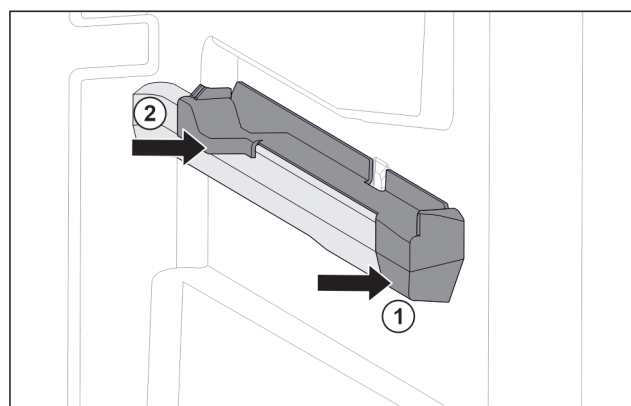

Fig. 127 Felhúzható elem a jobb oldali tartóbordán
- ▶ A felhúzható elemet elöl tegye fel a tartóbordára. Fig. 127 (1)
- ▶ Hátul nyomja meg a felhúzható elemet. Fig. 127 (2)